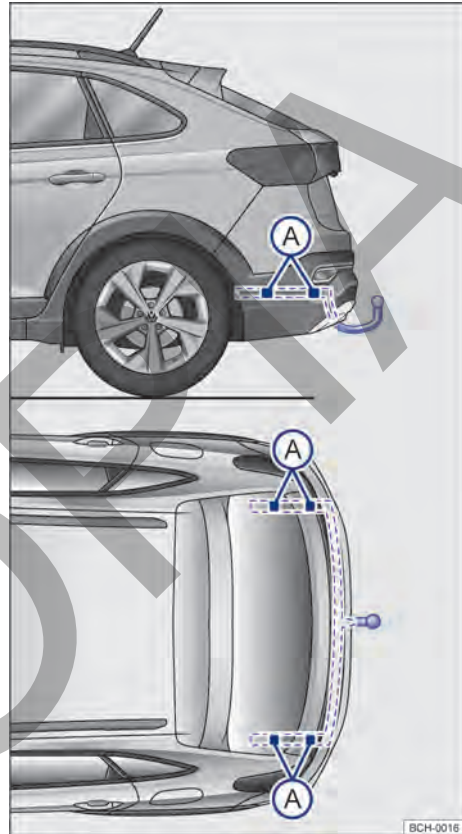

Fig. 151 Puntos de fijación para el montaje posterior de un enganche para remolque.
La figura → fig. 151 muestra, por ejemplo, el punto de fijación para el montaje de un dispositivo de remolque del modelo Nivus.
El montaje posterior de un dispositivo de remolque deberá ser efectuado de acuerdo con las instrucciones del respectivo fabricante del enganche, siempre respetando los puntos de fijación indicados en la → fig. 151 (A). ▶